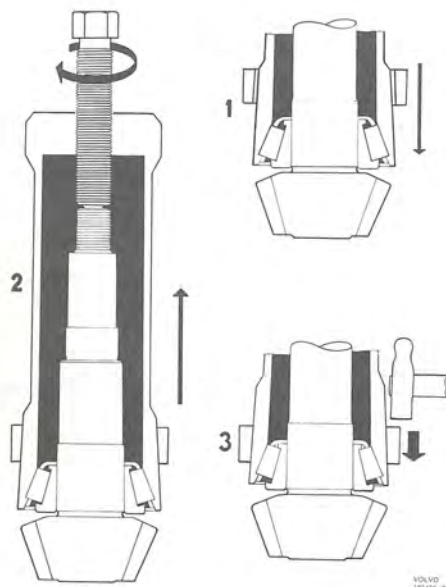
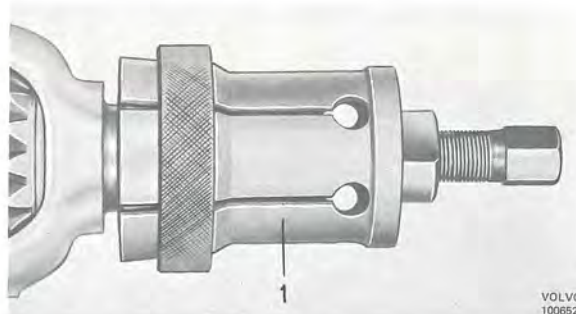

Bild 38. Avdragarens anbringande
Bild 40. Demontering av differentialhuslager
Skjut avdragaren ner över rullarna och tryck ner låsringen. Dra därefter upp avdragaren med skruven tills rullarna ligger mot såväl kanten på innerbanan som kanten på avdragaren. Knacka åt låsringen med en hammare. Se även bild 38.
3. Dra av differentialhuslagren med avdragare SVO 2567 för typ 23 och SVO 2483 för övriga bakväxlar, se bild 40. Beträffande avdragarens anbringande, se även bild 38. Ta vara på justermellanlägggen.